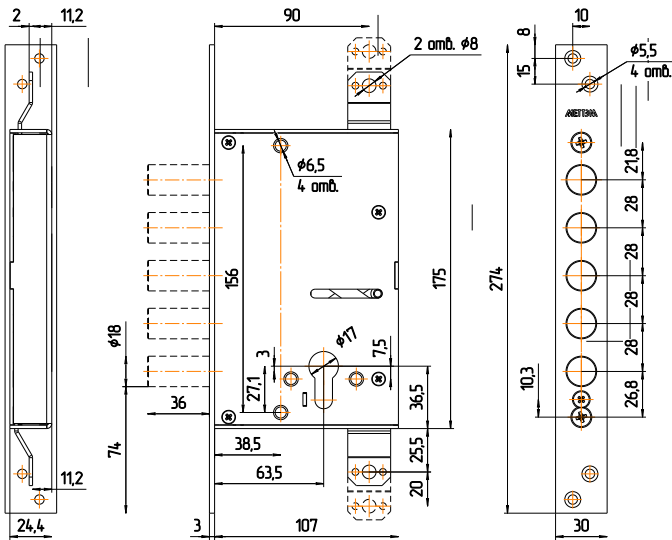

Рис.2
4.1. Произвести разметку и выполнить на торце полотна двери гнездо для корпуса замка, а также отверстия для крепежа замка. Выполнить на полотне двери отверстия для МЦ и крепежа, а в дверной коробке отверстия под пальцы засова (см. рис.2).